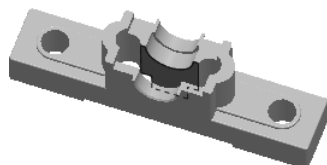
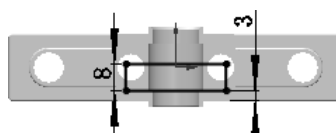

图 5.39.25 切除-拉伸 6
图 5.39.26 横断面草图(十一)
Step15. 创建如图 5.39.25 所示的特征切除-拉伸 6。横断面草图如图 5.39.26 所示。